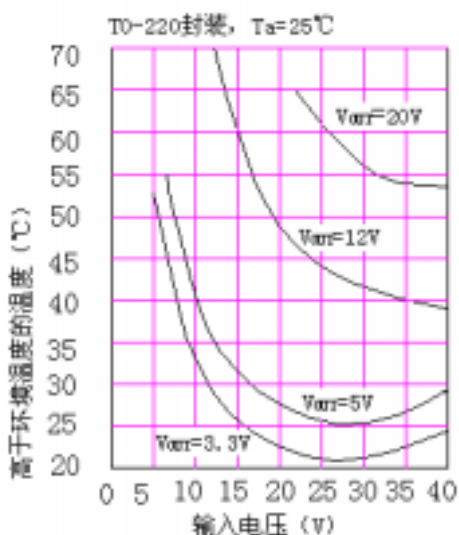

图 18
一般情况下，TO-220 (T) 封装需要散热片。散热片的尺寸由输入电压、输出电压、负载电流和环境温度决定。图 18 示出了负载电流为 3A，输入电压和输出电压不同时 LM2596 的温度高出环境温度的有关曲线。这些数据是在 LM2596 作为开关调节器在环境温度为 25 时测出的，这些温度上升的数据都是近似的，而且有许多因素可以影响这些温度，环境温度越高，需要散发的热量也就越多。